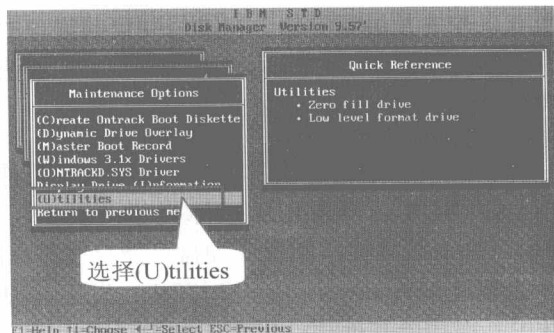

图 8-7 选择(U)tilities 选项
步骤④ 按回车键，按【↓】键选择(U)tilities 选项，即实用工具选项，如图 8-7 所示。